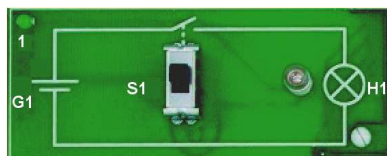

Рис. 2. Экспериментальная схема 1
5. Выбрать из вкладки Содержание главу 1 «Электрическая цепь с ключами». Изменяя положение ключа на экспериментальной схеме 1 (рис. 2), наблюдать результат.